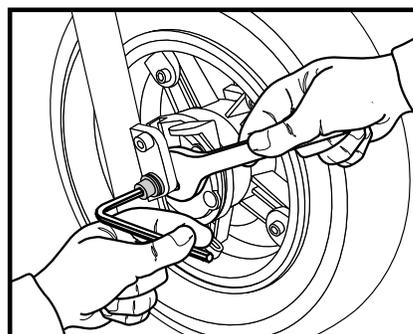
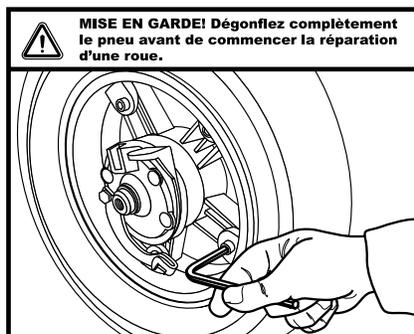

Figure 23. Resserrage de la roue avant
Figure 25. Resserrage de la jante
3. Retirez le boulon inférieur de fixation du boîtier de frein sur le coté gauche de la fourche avant. Voir la figure 23.
6. Pour changer un tube, dégonflez le pneu entièrement avant de retirer les cinq (5) boulons qui retiennent les sections de jante ensemble. Voir la figure 25.
8. Remontez le frein sur la jante et serrez bien les cinq (5) boulons.
9. Remontez la jante et serrez bien les cinq (5) boulons de jante.
10. Réinstallez la roue sur le PMV et serrez bien le boulon inférieur. Voir la figure 23.